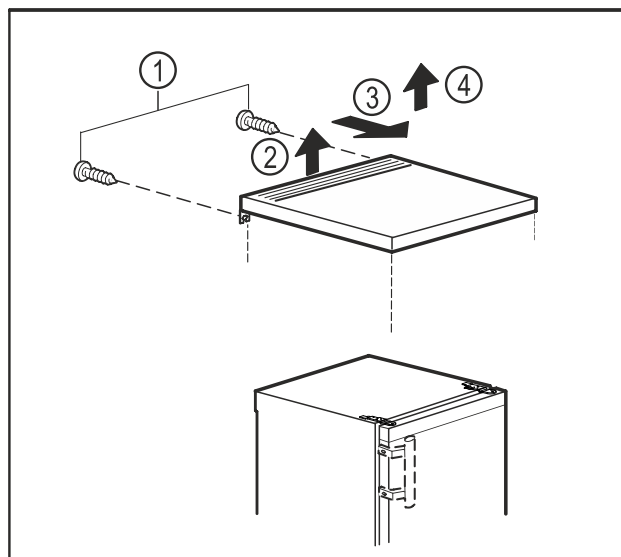

Fig. 5
- ▶ Schrauben an der Rückseite entfernen. Fig. 5 (1)
- ▶ Tischplatte hinten anheben. Fig. 5 (2)
- ▶ Tischplatte nach vorn schieben. Fig. 5 (3)
- ▶ Tischplatte nach oben abnehmen. Fig. 5 (4)